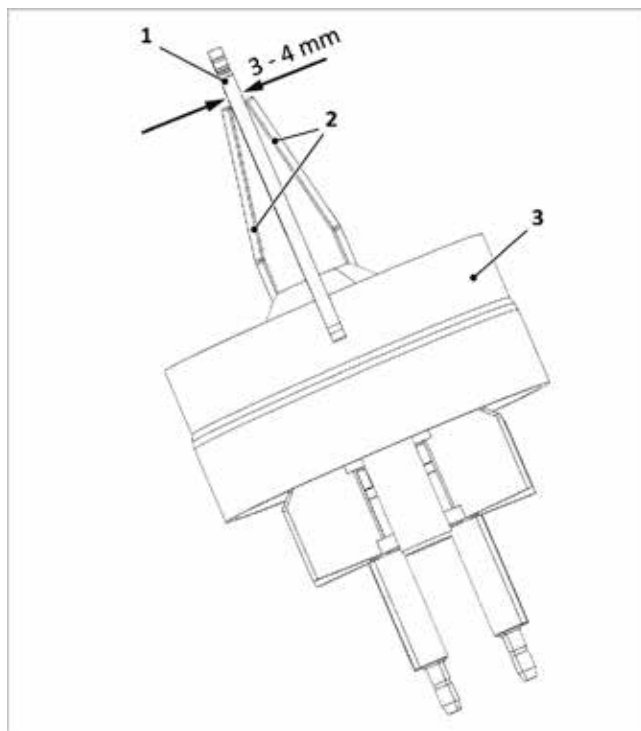

Fig. 119: Controllo della distanza degli elettrodi di accensione
3. Distanza degli elettrodi come nella → fig. 119 da controllare ed eventualmente correggere piegando con cautela.